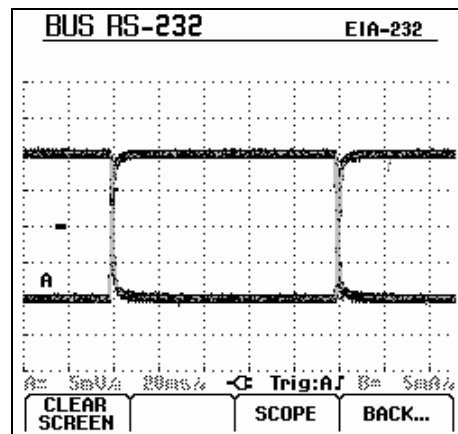

图 4-4. 眼图屏幕
- ①  在主屏幕中，选择眼图模式。您将看到如图 4-4 所示的屏幕。